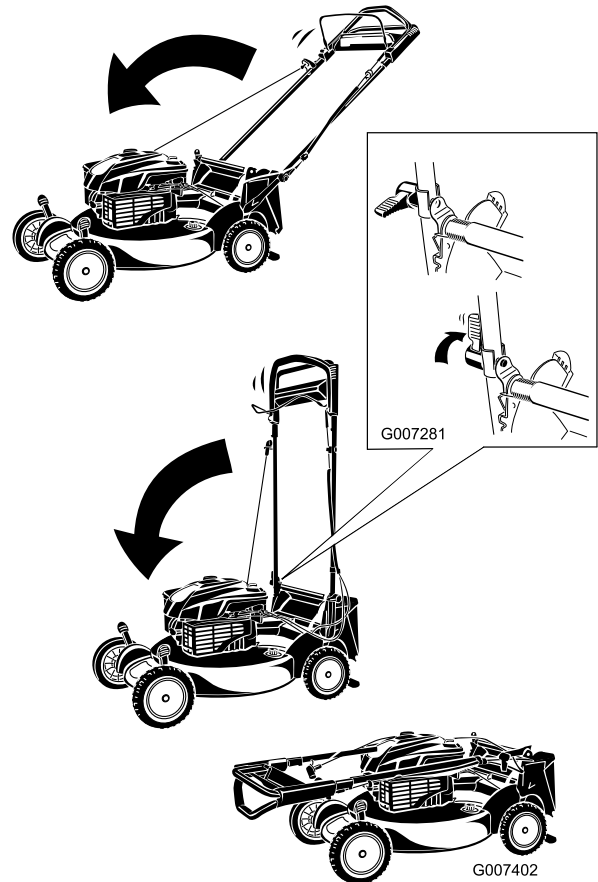

Bild 42
1. Drehen Sie den Griff nach vorne (Bild 42).